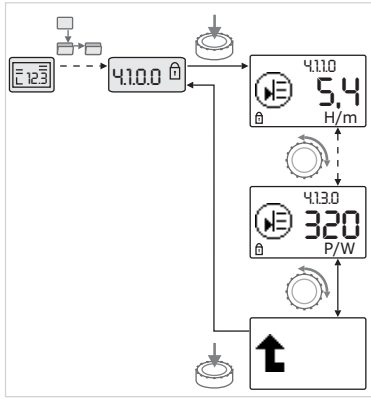

Fig. 40: solicitud de información
- Girando el botón blanco se accede a elementos de menú del tipo "Información" del submenú actual (véase la fig. 40). Para obtener una explicación de los ajustes representados por símbolos, véase la tabla del capítulo 8.7 "Referencia de elementos de menú" en la página 223.